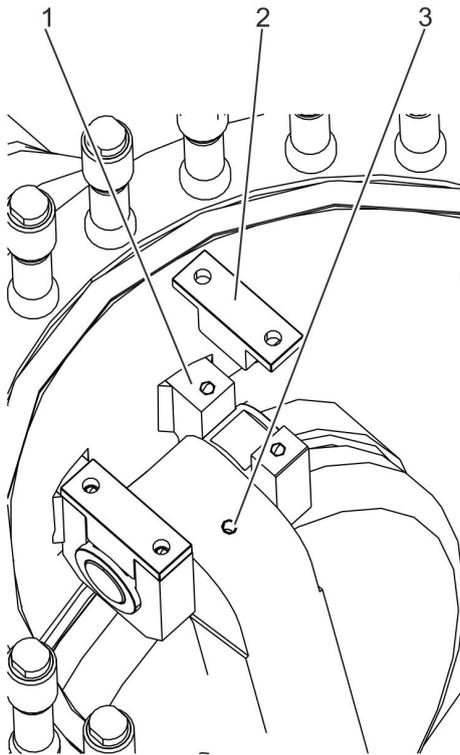

Abb. 35: Halterungen montieren
- 14.** Ringschraube aus der Bohrung (Abb. 35/3) im Plattenhebel herausdrehen.
- 15.** Halterungen (Abb. 35/2) auf die Haltestücke (Abb. 35/1) aufsetzen.